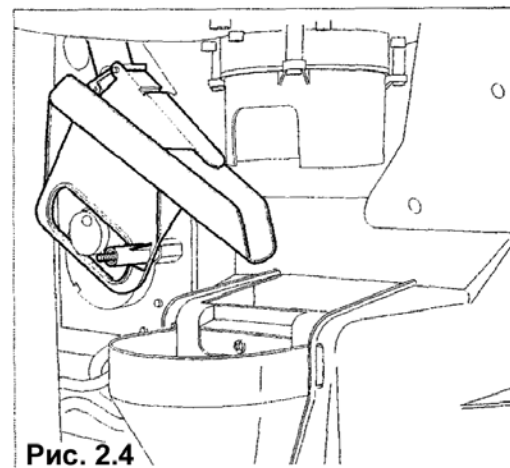

Рис. 2.4
- Редукторный двигатель включается (только мод. **BVM971**) и с помощью кулачка выполняет перемещение желоба для продуктов, вынуждая сахар высыпаться в стаканчик (рис. 2.4).